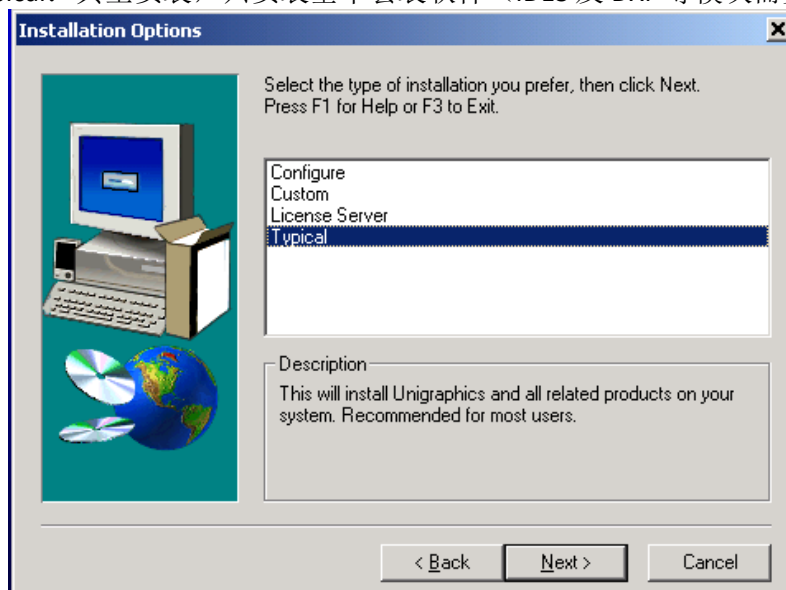

图 1.1 安装选项对话框
3. 接着会出现如图 1.1 所示的安装选项对话框，它有四个选项。